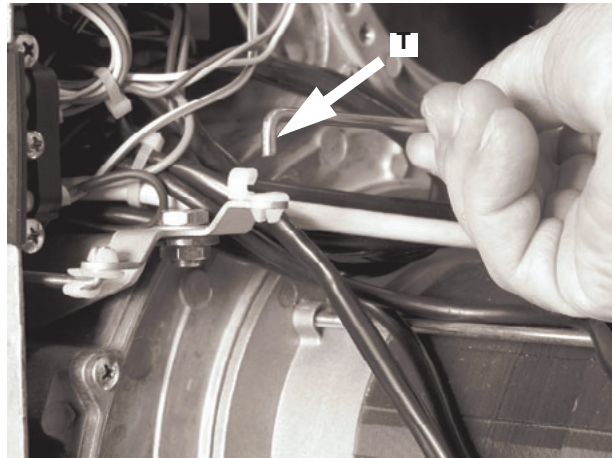

Fig. 20b
- Sfilare il tirante T dalla sua sede come mostrato in Fig. 20b.
- Riposizionare il tirante T (Fig. 20b).